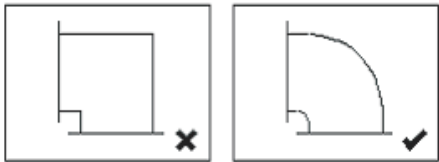
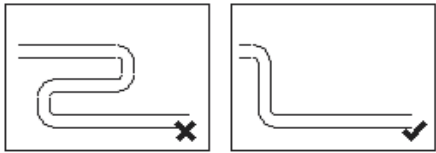

图1 弯头形式图
图2 风管布置形式
(1) .管道中尽量少使用弯头，每路管道中弯头数量控制在3个以内。弯头的弯曲部分应设计为圆弧，避免90直角弯曲。如图1、图2所示。